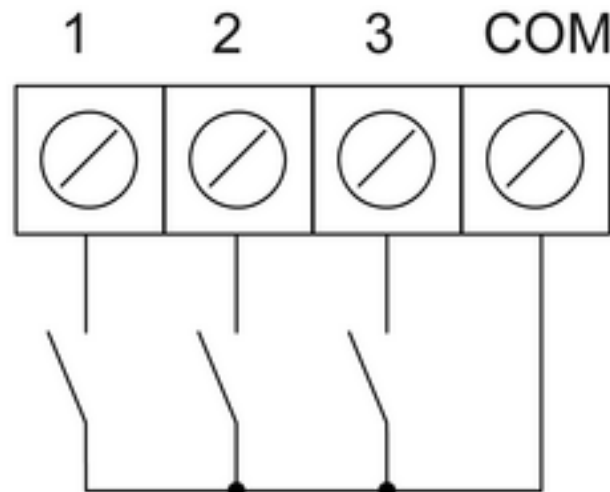

Bild 2: Anschluss Binäreingänge
- Busleitung mit Anschlussklemme an Busanschluss (1) anschließen.
- Ggf. potentialfreie Kontakte an Tasterschnittstelle (5) zwischen Klemmen **COM** und **1...3** anschließen (Bild 2).
- Gerät (2) in Gerätedose montieren.
- Rahmen (6), Zentralplatte (7) und Einstellknopf (8) montieren.